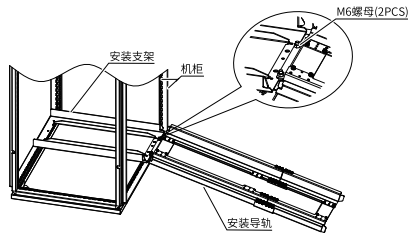

图5-47 安装导轨机柜内安装示意图
b. 将安装导轨前端的两个圆孔对准安装支架的螺杆，用2个M6螺母锁紧，将导轨安装到机柜上，如第114页“图5-47”所示。